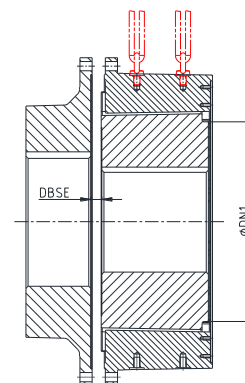

Fig. 9
Lors du montage du moyeu (composant 2), il faut veiller à ce que le côté du moyeu comprenant l'épaule (cote DN1) soit posé en premier (voir Figure 9).
- Déplacer les ensembles axialement jusqu'à atteindre la cote DBSE (voir fig. 9).